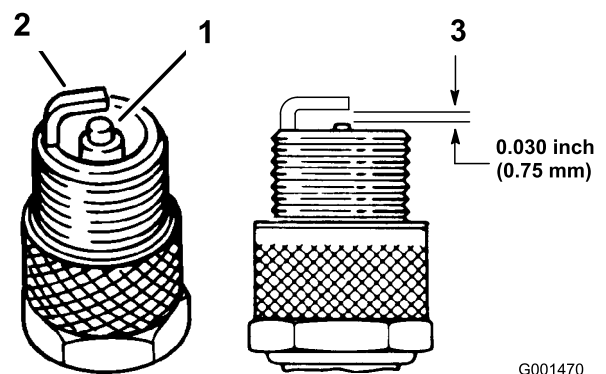

Bild 30
- Prüfen Sie den Zustand der Seitenelektrode, der zentralen Elektrode und der Isolierung um die zentrale Elektrode, um sicherzustellen, dass nirgendwo Defekte aufgetreten sind (Bild 30).
- Stellen Sie den Abstand zwischen der Mittel- und der Masselektrode auf 0,762 mm ein (Bild 30). Setzen Sie eine Zündkerze mit dem richtigen Elektrodenabstand ein und ziehen sie auf 20 Nm fest.